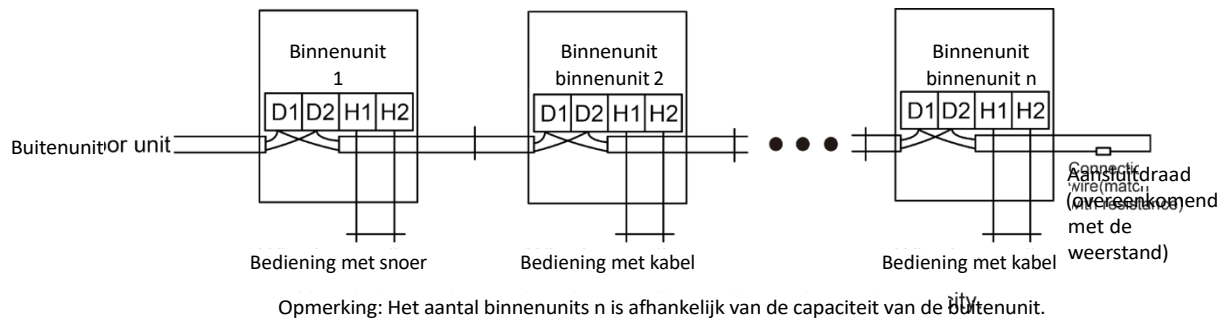

Fig. 5.3.2
- 2 Voor een betrouwbaardere communicatie moet u ervoor zorgen dat u de aansluitweerstand aansluit op de binnenunit die zich het verst stroomafwaarts van de communicatiebus bevindt (aansluitingen D1 en D2), zoals weergegeven in Fig. 5.3.2. De aansluitweerstand wordt bij elke buitenunit meegeleverd.